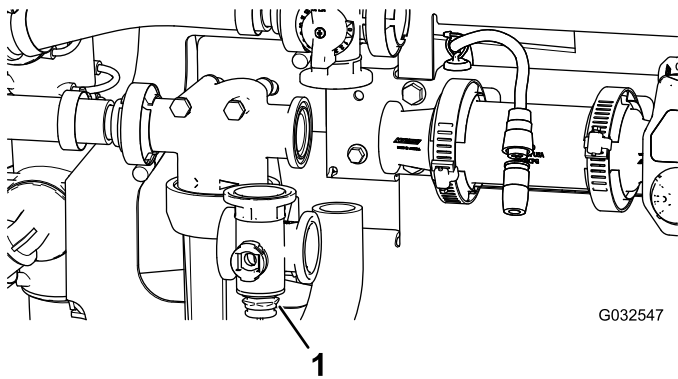

Bild 101
2. Nehmen Sie den Rührwerkventil-Verteiler von der Maschine ab (**Bild 101**).